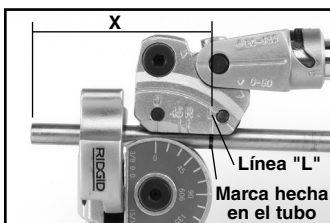

Figura 6 – Antes
- Haga una marca en el tubo a la distancia deseada (X), medida desde un punto de referencia (uno de los extremos del tubo, codo, etc.). El centro del tramo de la curvatura quedará a esta precisa distancia desde el punto de referencia.
- Si el punto de referencia se encuentra a la **IZQUIERDA** de la marca hecha en el tubo (vea la Figura 6 – Antes), alinee la marca en el tubo con la línea "L" en el Carril.